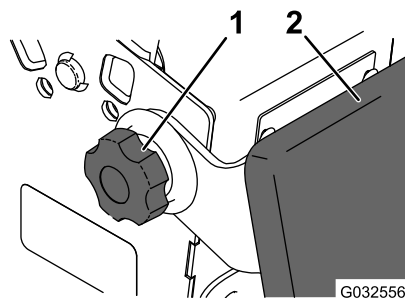

Figura 27
2. Afloje los pomos en cada lado de la máquina (Figura 27).